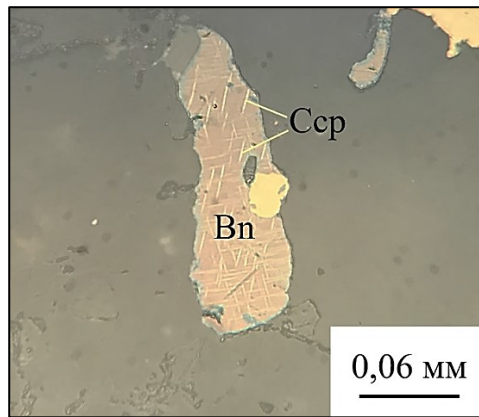
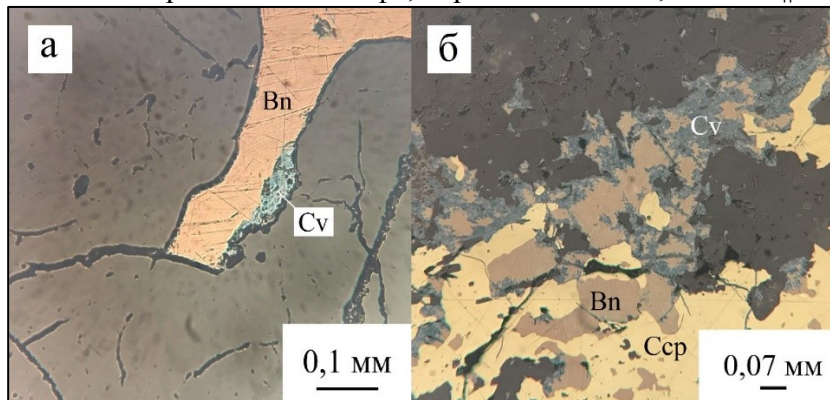

Рисунок 3 – Микрофотография твёрдого раствора борнита (Bn) и халькопирита (Ccp).
Рисунок 4 – Микрофотографии замещения борнита (Bn) ковеллином (Cv). Фрагмент полированного шлифа, отражённый свет, николи ||
*Борнит* вместе с халькопиритом формирует многочисленные прожилки во вмещающей породе, а также отмечается в виде ксеноморфных выделений в ассоциации с халькопиритом и халькозином. Борнит развивается по халькопириту и в виде выделений неправильной формы, реже сплошных масс. Размер выделений борнита изменяется от 0,01 до 3 мм. Эндогенный борнит образует структуру распада твёрдого раствора с халькопиритом – в выделениях борнита прослеживаются ламели халькопирита (рисунок 3). В самом халькопирите наблюдаются выделения борнита размером от 6 мкм до 0,1 мм. Часто по краям выделений и в зонах трещиноватости борнит замещается халькозином и ковеллином (рисунок 4, 5).